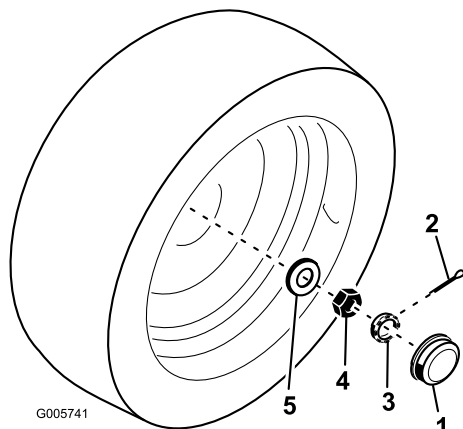

Figure 55
2. Retirez le capuchon antipoussière au bout de l'axe de roue. Enlevez aussi la goupille fendue qui fixe le dispositif de retenue (Figure 55).
3. Serrez l'écrou de blocage (Figure 55) à un couple d'environ 8,5 à 11,3 Nm avec une clé à main.